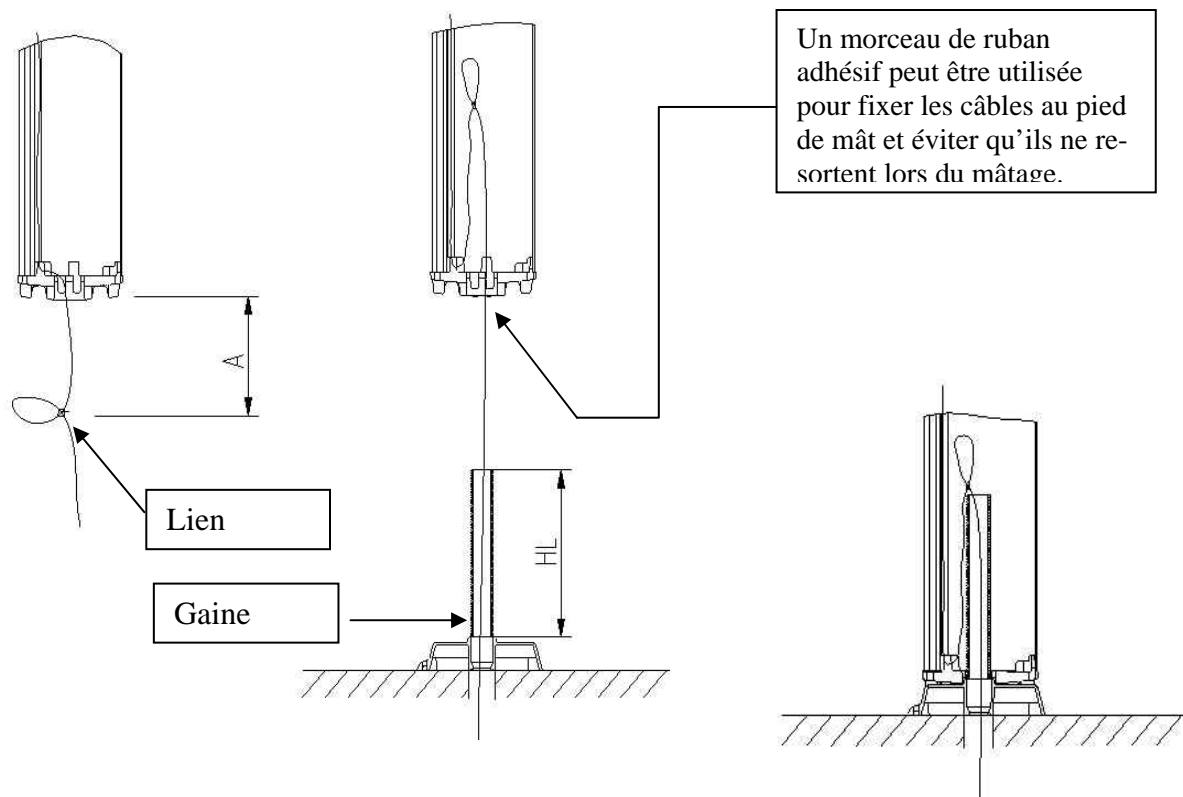

Figure 1
Fixer aussi un nouveau messenger au câble, voir fig. 1. Ce messenger sera laissé à poste pour une utilisation future.
5. Former une boucle avec le câble et l'attacher avec un lien à une distance approximativement égale à celle indiquée sur le schéma de gauche figure 1. Ceci afin d'éviter que l'eau ne coule le long du câble à l'intérieur de la gaine.
6. Aller sous le pont et tirer le câble. Une personne doit rester sur le pont et aider à faire passer le câble dans la gaine (à travers la lumière d'accès séparée). Arrêter de tirer lorsque tout le câble est passé à l'intérieur du mât et que la boucle et son lien arrivent au bord de la gaine (voir schéma de droite figure 1).